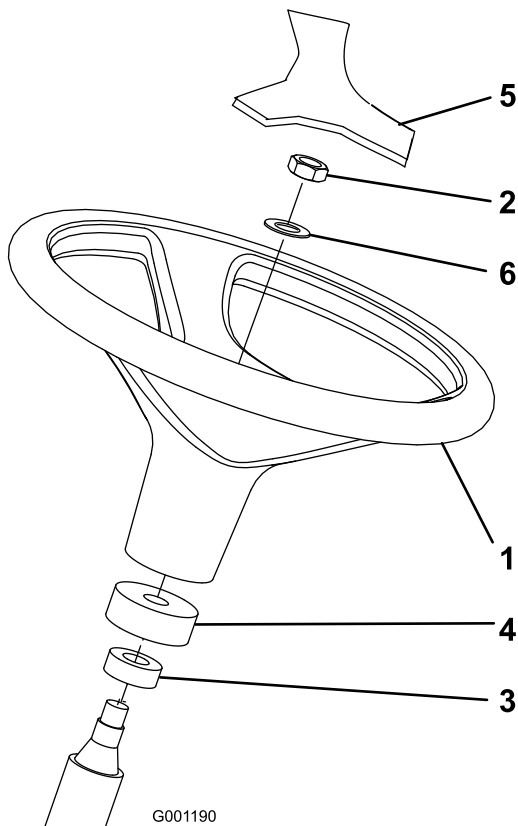

Figura 3
1. Rimuovete il volante dal supporto per il trasporto (Figura 3).
Nota: Verificate che il piantone sia provvisto di collare in schiuma sintetica e coperchietto antipolvere (Figura 3).
3. Collocate il volante e rondella sul piantone (Figura 3).
5. Montate il coperchietto sul volante (Figura 3).